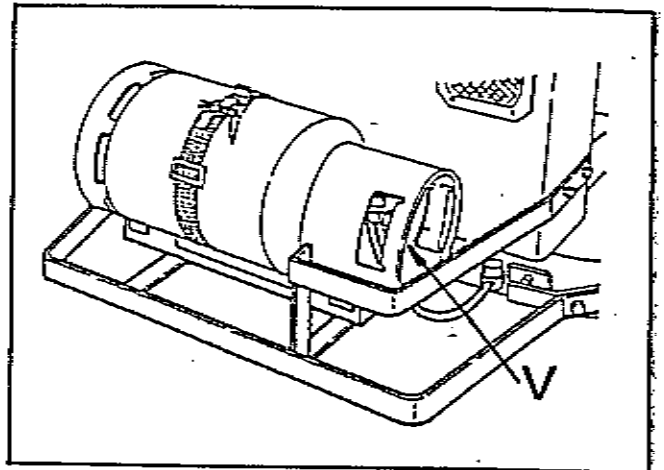

Abb. 1
1. Entnahmeventil "V" (Abb. 1) an der Gasflasche langsam öffnen.
Die Gasflasche muß so montiert werden, daß der Abgangsstutzen am Entnahmeventil nach unten gerichtet ist. (Abb. 1)